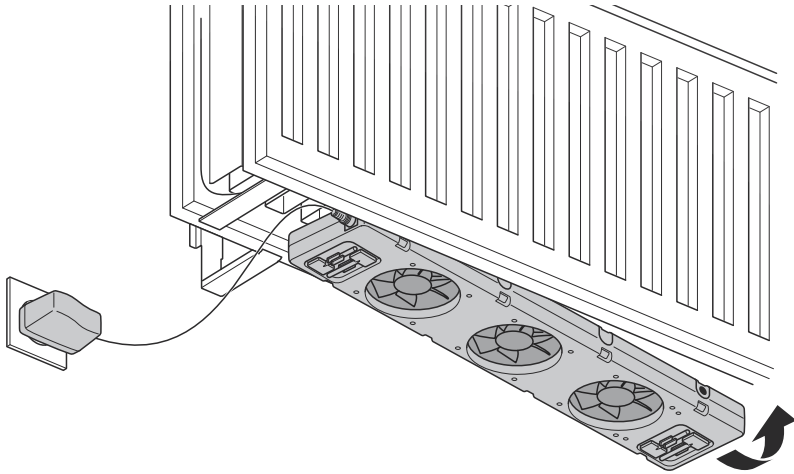

Abb. 2 - Anbringen des SpeedComfort (A).
- Finden Sie einen Platz, an dem die Wandhalterungen und Verbindungsclips des Heizkörpers nicht im Weg sind. Bringen Sie den **SpeedComfort** (A) mit den **verstellbaren Magneten** (B) unten zwischen den Heizkörperplatten an (siehe Abb. 2). Der **SpeedComfort** (A) kann auch oben auf dem Heizkörper unter einer Abdeckung aufgesetzt werden. **HINWEIS** Stellen Sie sicher, dass die **Ventilatoren** nach oben weisen!